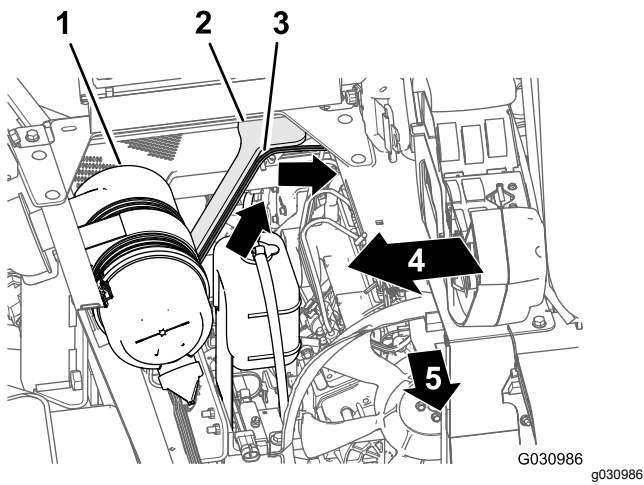

Figure 109
1. Acheminez la branche de 165 cm (65 po) du faisceau de câblage vers le haut et dans la partie arrière du compartiment moteur, puis le long du support droit du carénage du moteur, devant le conduit qui relie le filtre à air et le moteur (Figure 109).